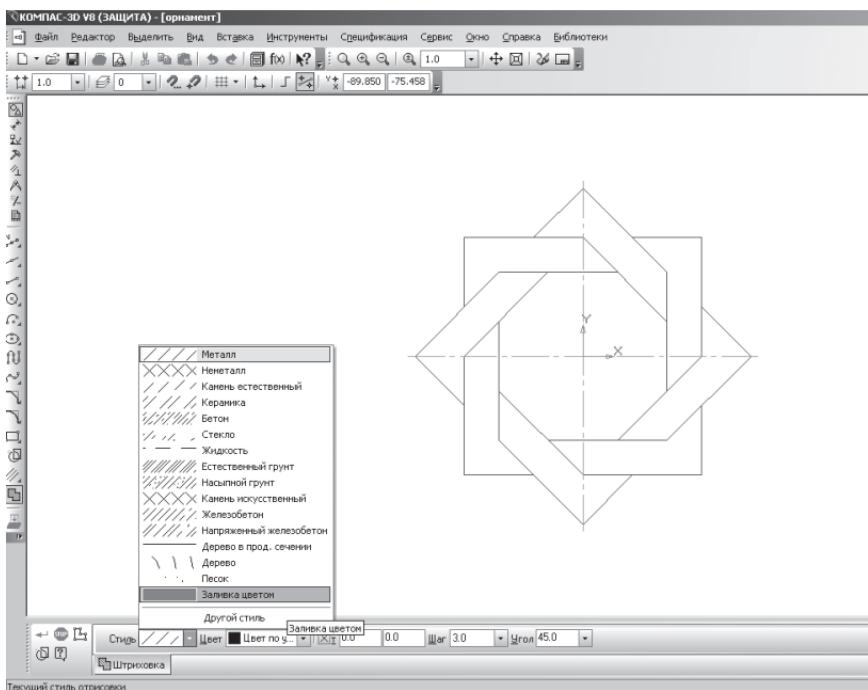

Рис. 85
- на панели **Свойства** щелкните ЛКМ на поле **Стиль**. На экране будет выведен диалог выбора стиля. Выберите щелчком ЛКМ **Заливка цветом** (рис. 85);